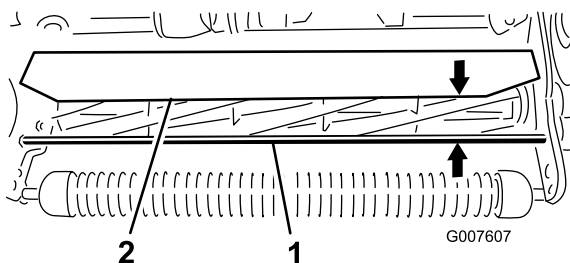

Figura 58
1. Misurate la distanza tra la parte superiore dell'asta di supporto anteriore e il bordo anteriore del deflettore su ogni estremità dell'apparato di taglio (Figura 58).